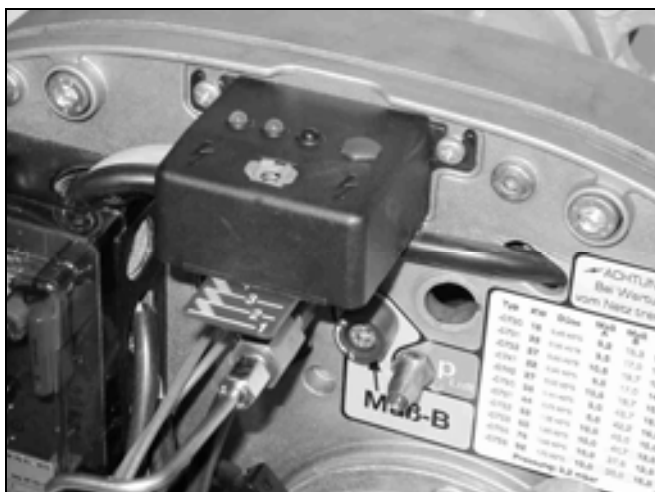

Abb. 8: Lampenfeld mit Skalierung Maß B
- ① Druckregulierschraube
- ② Manometer-Anschluss
- ③ Vakuummeteranschluss
**!** Zur Einstellung des Brenners ist es erforderlich, die Gebläsepression vor der Stauscheibe zu messen (s. Kap. 7.2 Grundeinstellungstabelle). Der Messstutzen befindet sich unterhalb der Einstellschraube für das Maß B und ist mit  $P_{Luft}$  gekennzeichnet (s. Abb. 8, Abb. 12 und Abb. 13).
Zur Einstellung der Verbrennungsluft stehen Ihnen zwei Einstellmöglichkeiten, die aufeinander abgestimmt werden müssen, zur Verfügung. Mit dem Maß B verstellen Sie die Position der Stauscheibe im Flammrohr (s. Abb. 8 und Abb. 12). Bei Veränderung an Maß B ändert sich die Gebläsepression. Mit dem Luftschieber wird die Gebläsepression wieder auf den Wert 3,2 mbar eingestellt (s. Abb. 10).